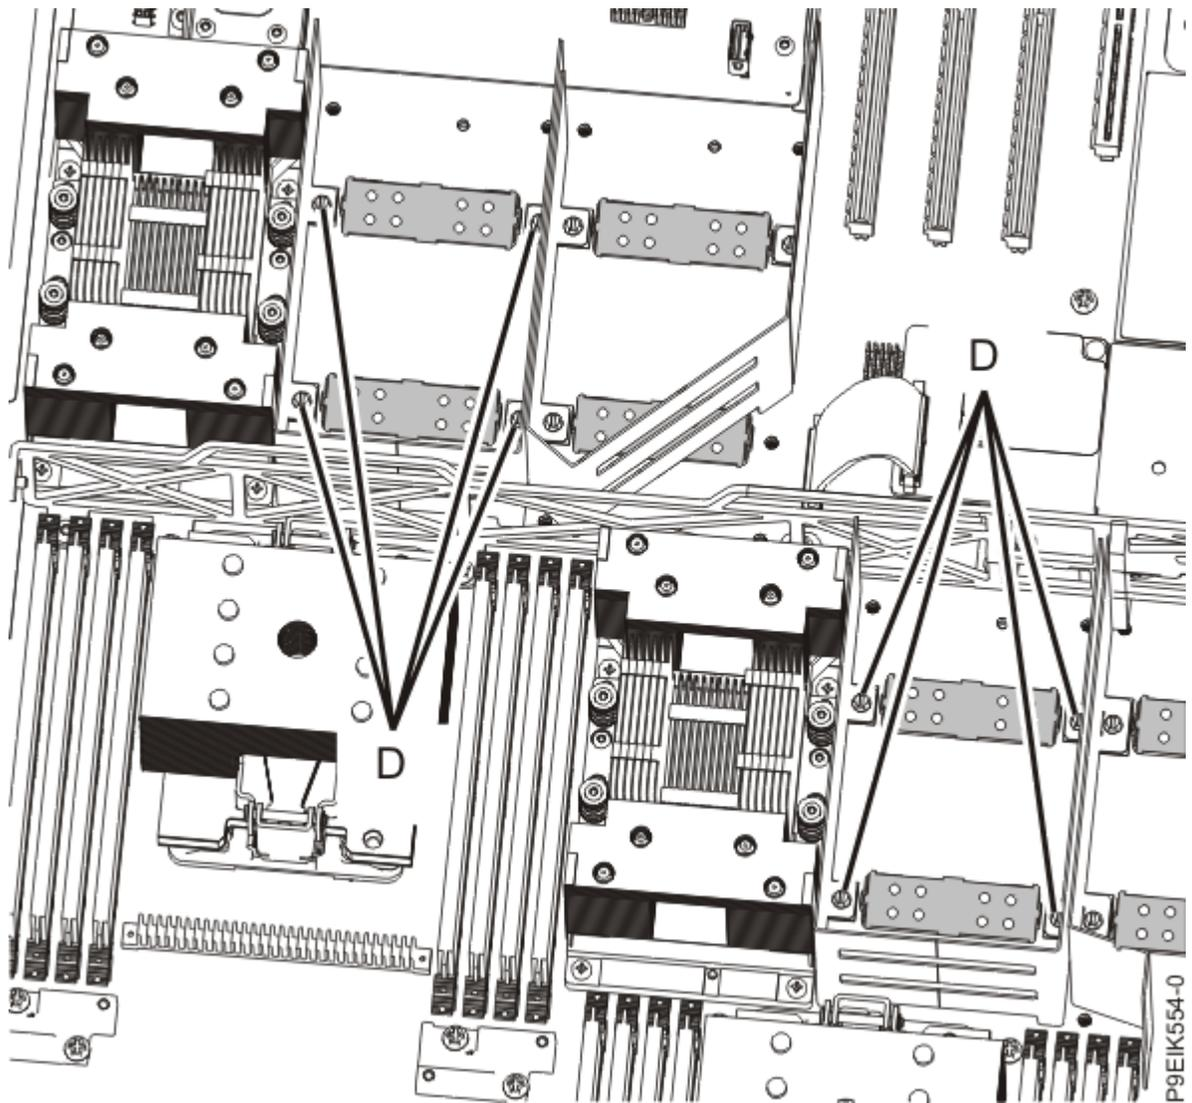

Figura 23. Extracción de un panel de relleno de la GPU
- a) Extraiga los cuatro tornillos (**D**) que fijan el panel de relleno de la GPU a la placa posterior del sistema, tal como muestra la Figura 23 en la página 27.